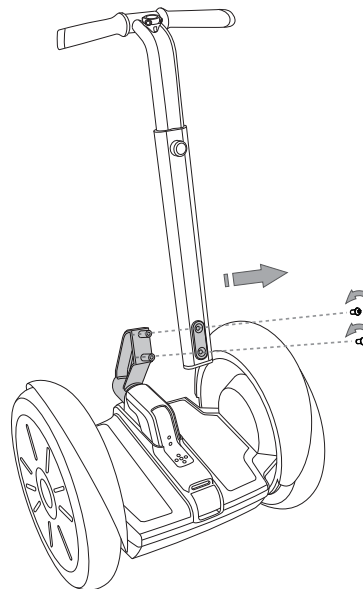

Abbildung 64: Entfernen der Schrauben von der LeanSteer-Lenkstange
2. Lösen Sie die beiden Schrauben, mit dem die LeanSteer-Lenkstange am Lenkerschaft befestigt ist, mit einem 5-mm-Innensechskantschlüssel und stützen Sie dabei die LeanSteer-Lenkstange (siehe **Abbildung 64**).